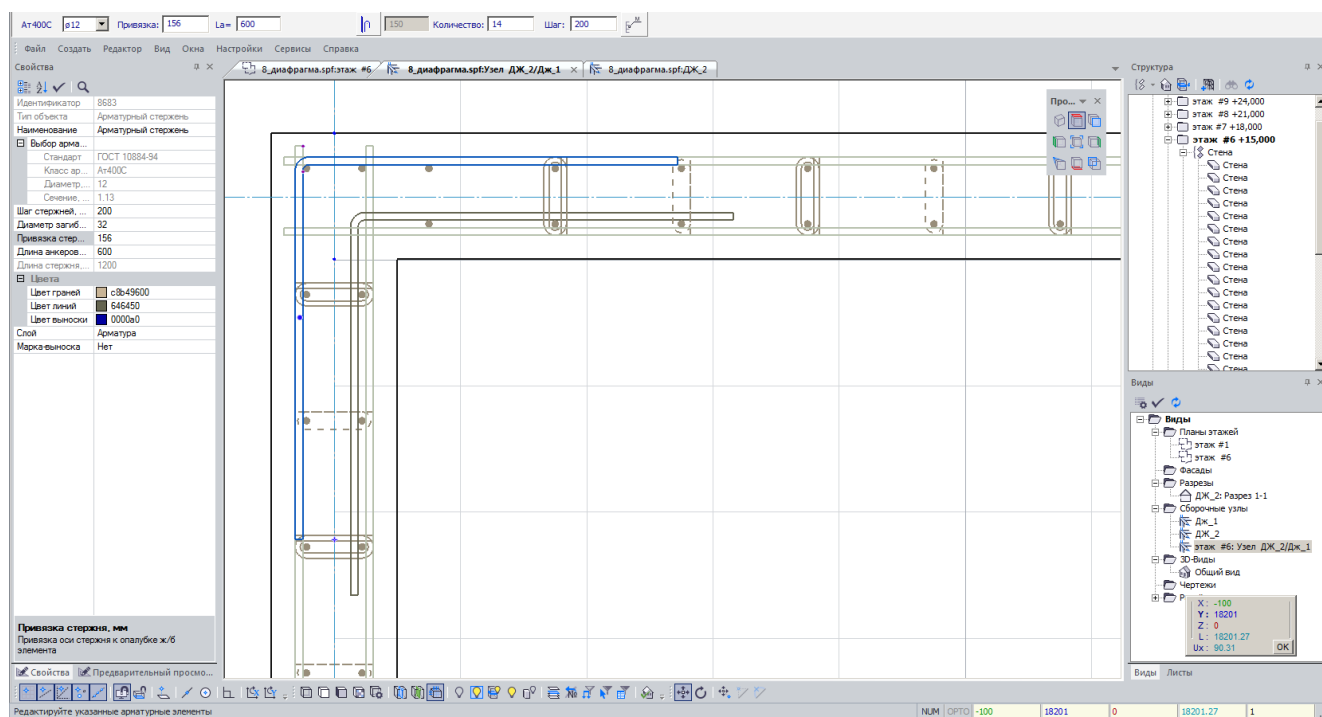

Рис.8.26. Размещение Г-элементов
- Разместите деталь возле наружного угла стен (рис.8.26) задав угловую точку детали и направление, в котором деталь будет располагаться.
- Разместите еще одну такую же деталь у внутреннего угла стены (рис.8.26). При необходимости отредактируйте привязку детали – **68мм**.